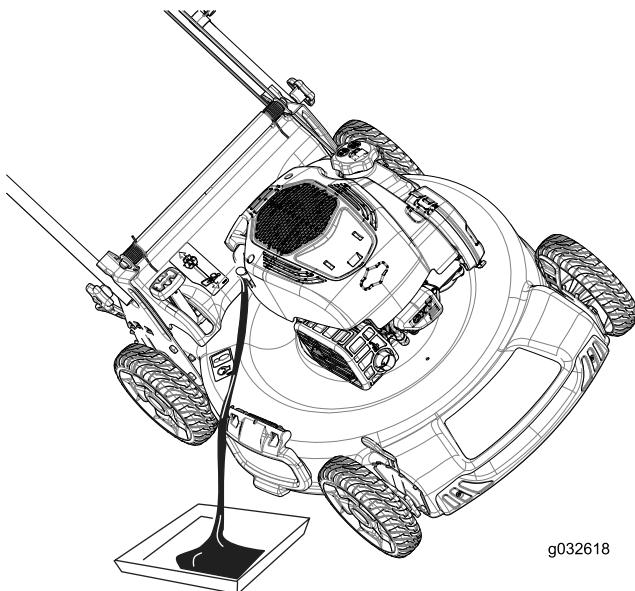

Рисунок 33
3. Для слива отработанного масла через маслозаливной патрубок переверните машину набок воздушным фильтром вверх (Рисунок 33).